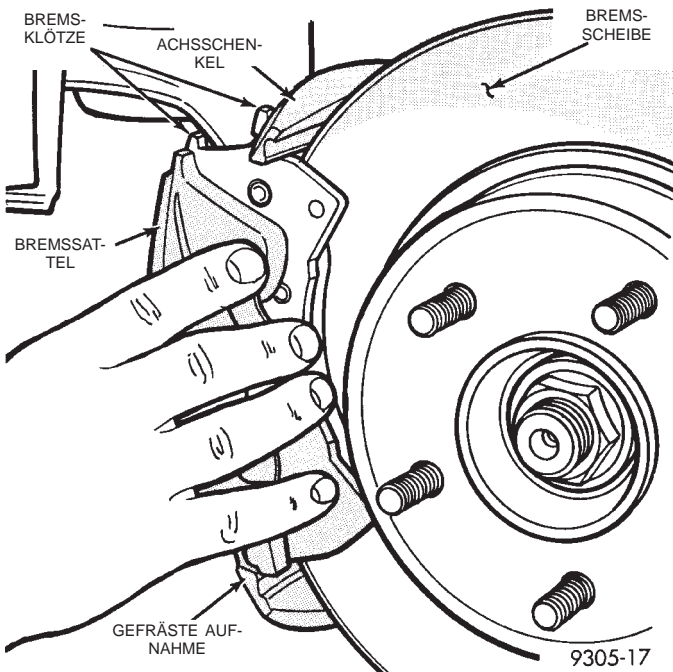

Abb. 19 Bremssattel einbauen
(11) Den Bremssattel gemäß Anleitung im Abschnitt "Scheibenbremsen vorn" in Kapitel 5, "Bremsen", auf den Achsschenkel montieren (Abb. 19). Die beiden Führungsschrauben des Bremssattels eindrehen und mit einem Anzugsmoment von 19 N·m (168 in. lbs.) festziehen.